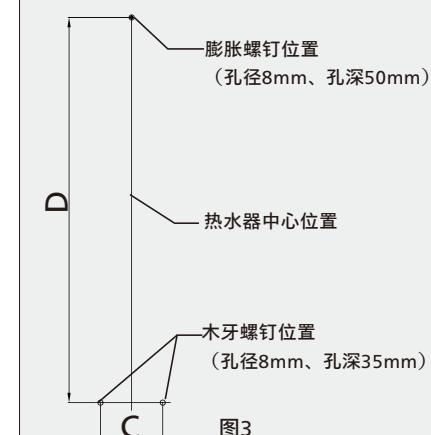

图3
- 按图3位置和要求钻孔，所钻的孔应能保证热水器安装后垂直；